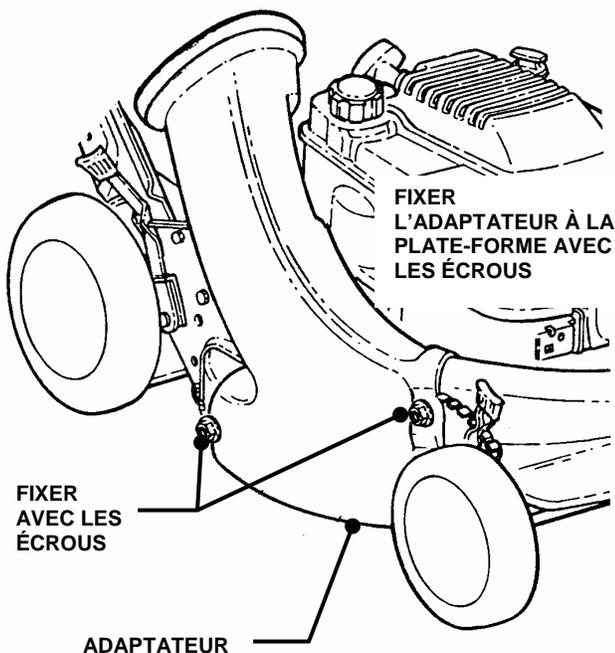

FIGURE 2.9
**ÉTAPE 1:** Installez l'adaptateur du sac à herbe et fixez-le sur le côté et le haut de la plate-forme avec les deux écrous disponibles sur la machine. L'encoche sur le bord avant de l'adaptateur doit être sous l'écrou situé en haut de la plate-forme (voir la Figure 2.9).